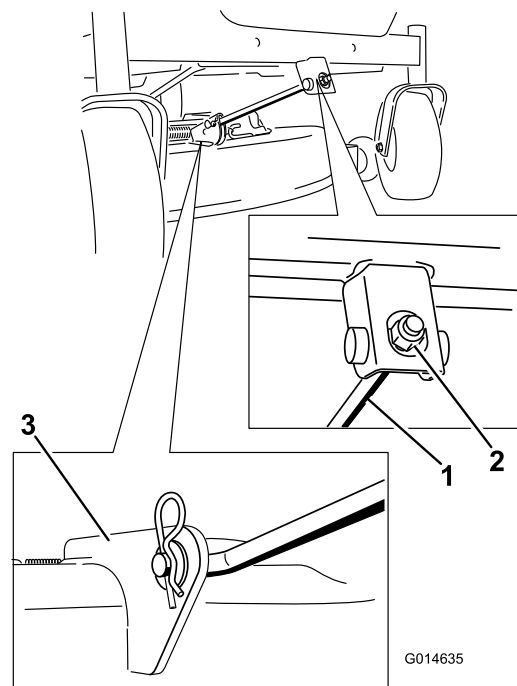

Bild 73
5. Entfernen Sie den Splint von der vorderen Stützstange und nehmen Sie die Stange aus der Mähwerkhalterung (Bild 73).